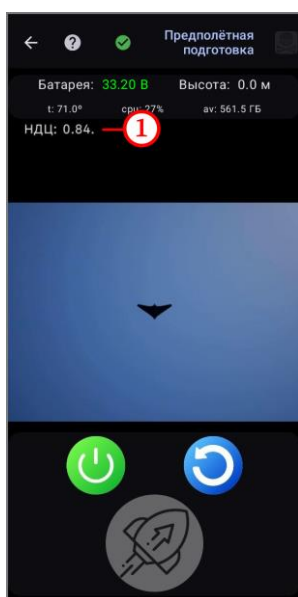

Рисунок 31
3.2.2.4 Параметр «НДЦ:» (рисунок 31, шаг 1) показывает данные, полученные от неконтактного датчика цели.